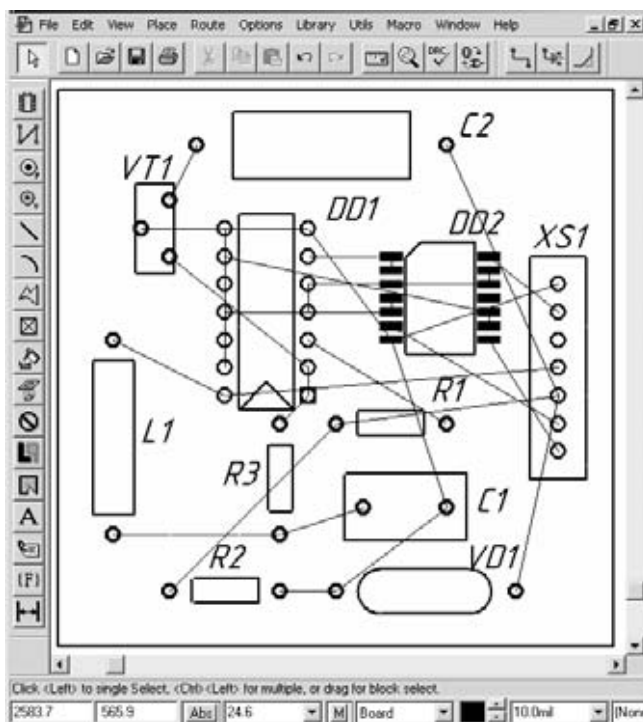

Рис. 7.1.1
2. Загрузить файл размещения ПП. Для этого выполнить команды **File/Open**. В открывшемся стандартном окне Windows выбрать файл с именем «Результат размещения» и открыть его. На рабочем поле должна появиться ПП с размещенными элементами и связями между ними (рис. 7.1.1).